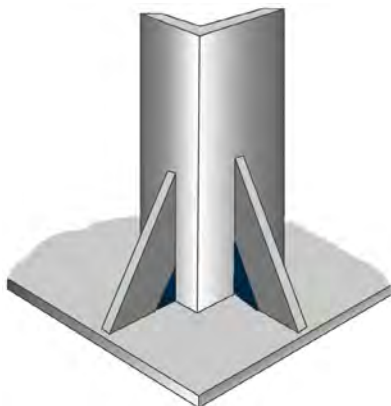

Ilustración 8: Refuerzo cortado
- Cuando se empleen cartelas de unión, las esquinas recortadas generosamente proporcionan un drenaje libre. Cuando no es posible recortar las cartelas de unión, se deben colocar agujeros de al menos 13 mm (1/2 pulgadas) de diámetro en las cartelas lo más cercanos a las esquinas como sea posible (*Ilustración 8*).